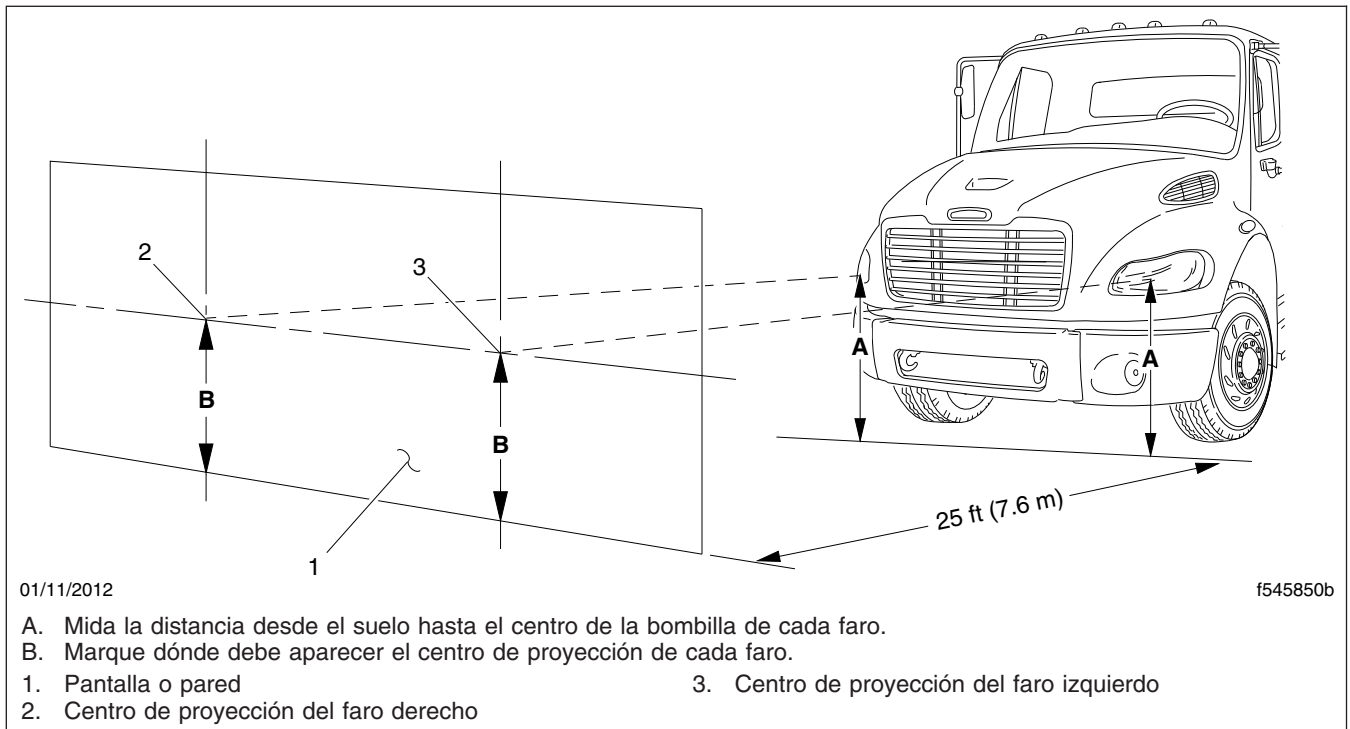

Figura 14.2, Pantalla o pared para enfocar los faros
2. Cada faro tiene un punto (una marca) de ajuste de altura. Vea la Figura 14.1. Mida la distancia desde el suelo hasta el punto de ajuste de altura para cada faro. Tome nota de estas distancias. Vea la Figura 14.2, Ref. A.
3. Marque las distancias verticales que encuentre en el paso 2 en la pantalla o la pared, directamente delante de los faros. Estas marcas representan las ubicaciones deseadas de cada centro de la bombilla del faro en los siguientes pasos. Vea la Figura 14.2, ítems 2 y 3.